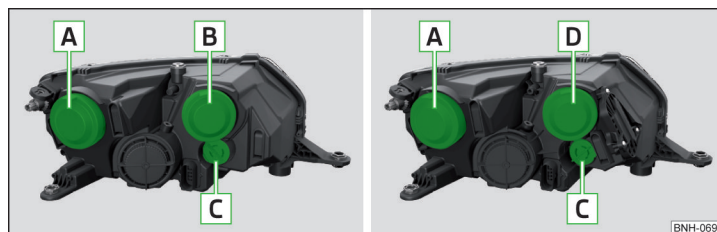

Abb. 269 Linker Frontscheinwerfer: Halogen-Scheinwerfer / Halogen-Scheinwerfer mit LED-Tagfahrlicht
Glühlampenordnung » Abb. 269
- › Die Schutzkappe **B** » Abb. 269 auf Seite 245 abnehmen.
- › Die Schutzkappe **B** » Abb. 269 auf Seite 245 einsetzen.
- › Die Schutzkappe **A** » Abb. 269 auf Seite 245 abnehmen.
- › Die Schutzkappe **A** » Abb. 269 auf Seite 245 einsetzen.
- Die Schutzkappe **D** » Abb. 269 auf Seite 245 abnehmen.
- Die Schutzkappe **D** » Abb. 269 auf Seite 245 einsetzen.